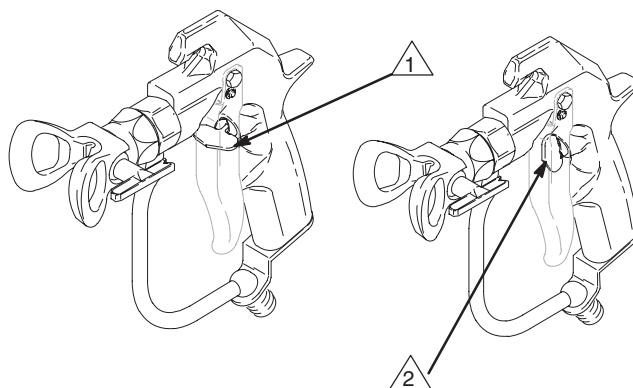

Fig. 1
1. Para bloquear el cierre de seguridad del mecanismo de disparo, gire aquel a un ángulo perpendicular al cuerpo de la pistola. Vea la Fig. 1.
2. Para desbloquear el cierre de seguridad del mecanismo de disparo, tire de él y gírelo paralelo al cuerpo de la pistola. Vea la Fig. 1.